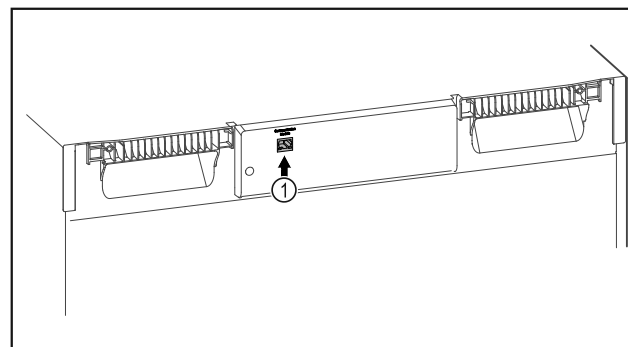

Fig. 131
- ☐ Le SmartModule Fig. 131 (1) est en place.